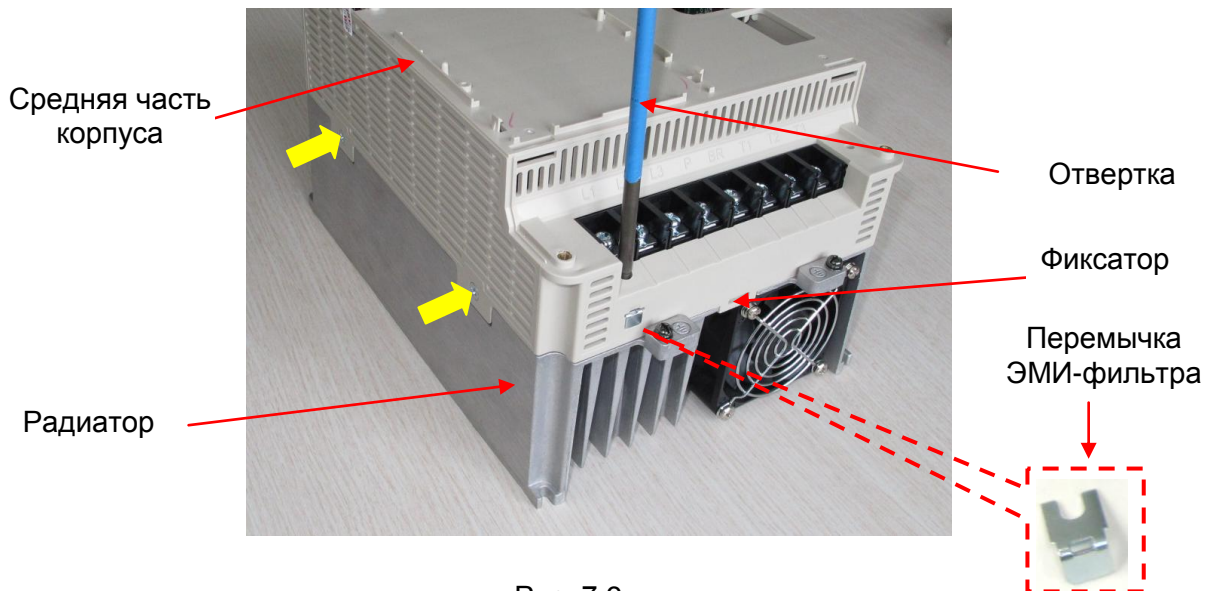

Рис. 7.9
7.5.1. Взять среднюю часть корпуса и соединить ее с радиатором, проконтролировать защелкивание фиксаторов (рис. 7.9).
7.5.2. Ослабить винт крепления перемычки ЭМИ-фильтра, установить перемычку и снова затянуть винт (рис. 7.9).
7.5.3. Вкрутить 2 винта на боковой части корпуса (желтые стрелки, рис.7.9), а также два винта на его противоположной стороне.